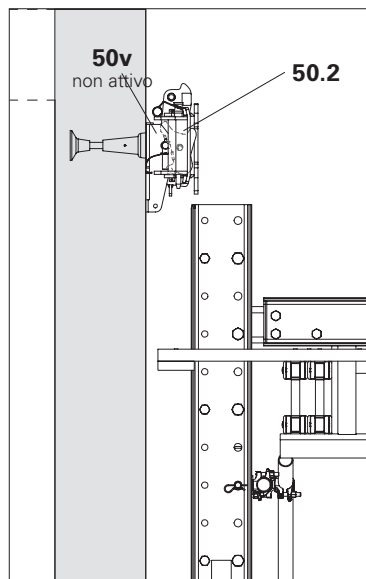

Fig. D7.12
7. Continuare con la procedura di ripresa. (Fig. D7.12 + D7.13)